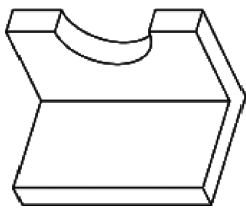
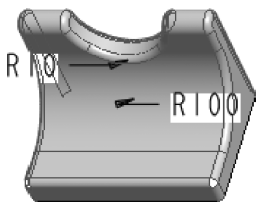
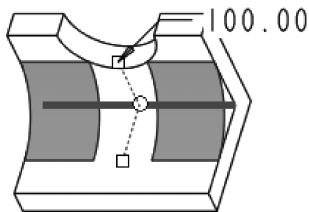

图 7-88 原模型
图 7-89 最终模型
图 7-90 倒半径 100 的圆角
【例 7-8】 利用如图 7-88 所示的模型完成如图 7-89 所示的模型。
(1) 打开文件“liti7-8. prt”，如图 7-88 所示。
(2) 单击**【工程特征】**工具栏中的**【倒圆角】**按钮，在消息区弹出**【倒圆角】**操控板。
(3) 选择模型上加粗的边线，在图形区双击尺寸数字，在出现的组合框中将尺寸值修改为“100”，按〈Enter〉键或在图形区单击鼠标中键确认，预览模型如图 7-90 所示。
(4) 符合设计要求后，单击控制区的**【应用】**按钮，完成圆角特征。
(5) 单击**【工程特征】**工具栏中的**【倒圆角】**按钮，在消息区弹出**【倒圆角】**操控板。
(14) 符合设计要求后,单击控制区的【应用】按钮,完成圆角特征,如图 7-89 所示。
(15) 保存文件,关闭窗口,拭除不显示。